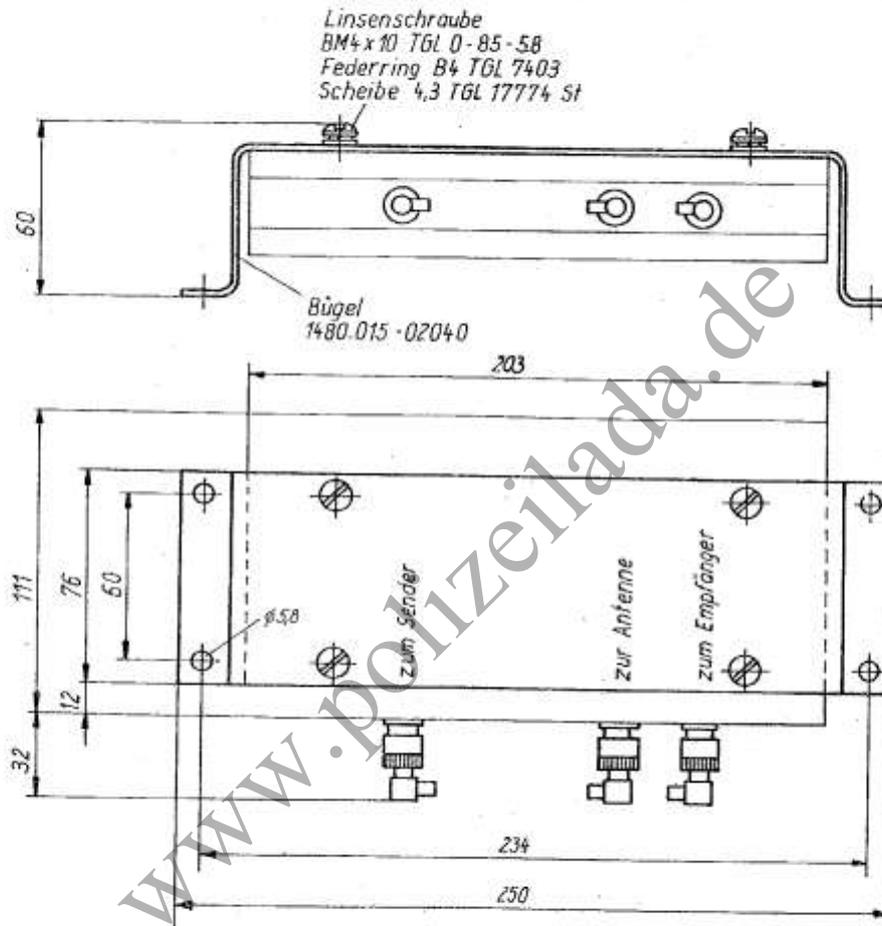

Bild 15
2. Die Duplexweiche wird neben dem Sende-Empfangsgerät montiert (Bild 15).